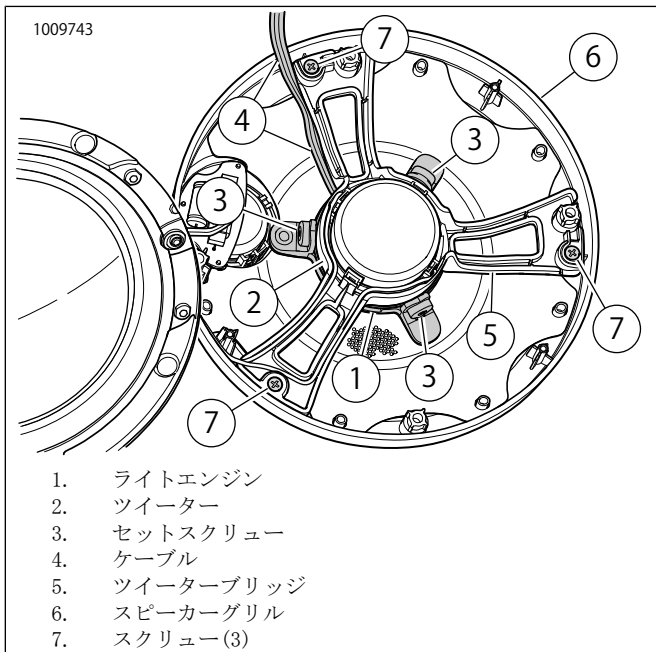

図13。スピーカーグリル、ツイーターブリッジ、LEDライト
5. 図13を参照してください。ツイーターブリッジ(5)をスピーカーグリル(6)に固定している3本のスクリューを取り外し、慎重に2つに分離します。ツイータースピーカーワイヤーは、傷めないよう、圧力がかからないよう、気を付けてください。ハードウェアは、あとで使いますので保管しておいてください。